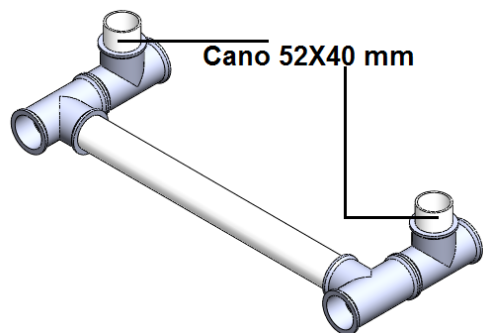

Figura 20. Montagem dos módulos – Módulo 4 – Passo 4
- Passo 4: Junte os canos de 52X40 mm nas 2 conexões “T 40 mm” do conjunto montado no passo 3, como mostrado na figura 20 (1 unidade);